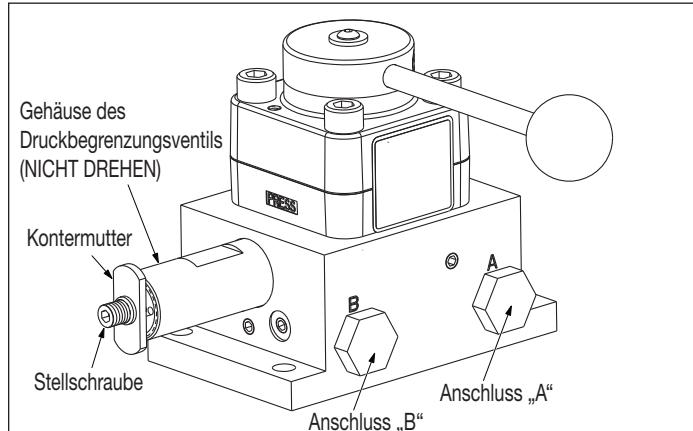

Abbildung 12: Druckbegrenzungsventil - VM43LPS
1. Schließen Sie ein Manometer (0-1035 bar [0-15.000 psi]) an den belasteten Anschluss „A“ an. Siehe Abbildung 12.